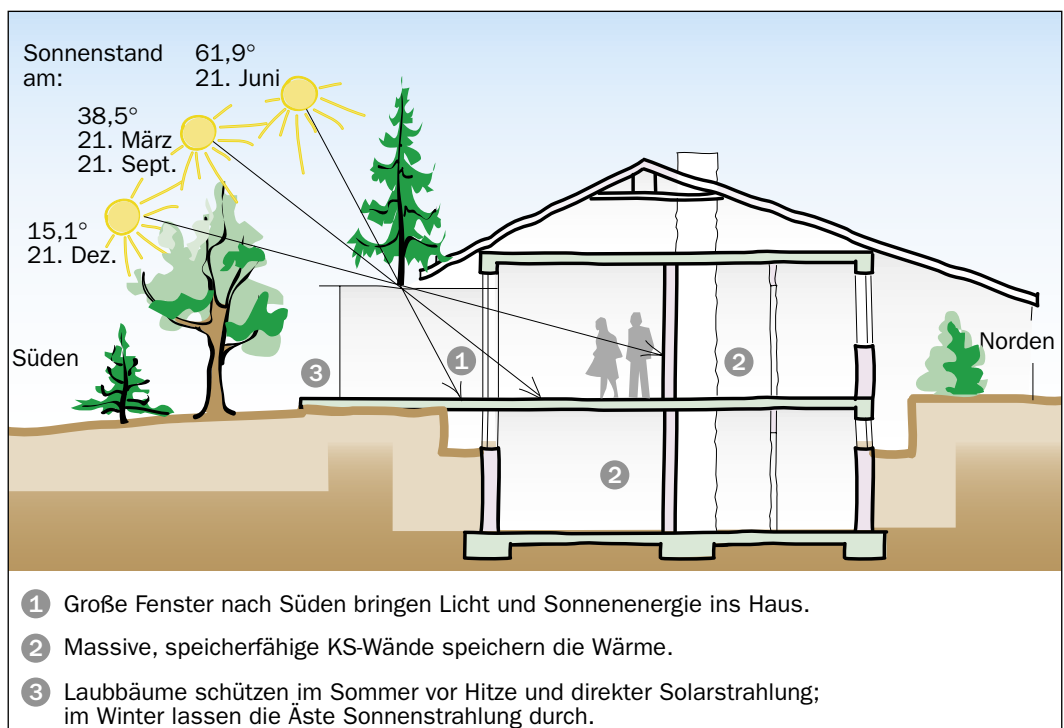

Bild 11: Nutzung der Sonnenenergie bei Energie sparendem Bauen [6]
- Nutzung der Sonnenenergie – transparente Bauteile (Bild 11), → Transparente Wärmedämmung